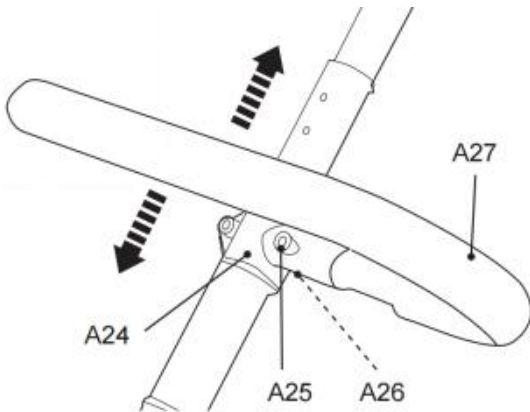

Fig. 35
2. Schuif de beugel (A24) omhoog of omlaag naar een van de drie posities totdat de montagegaten op één lijn liggen (Fig. 35).